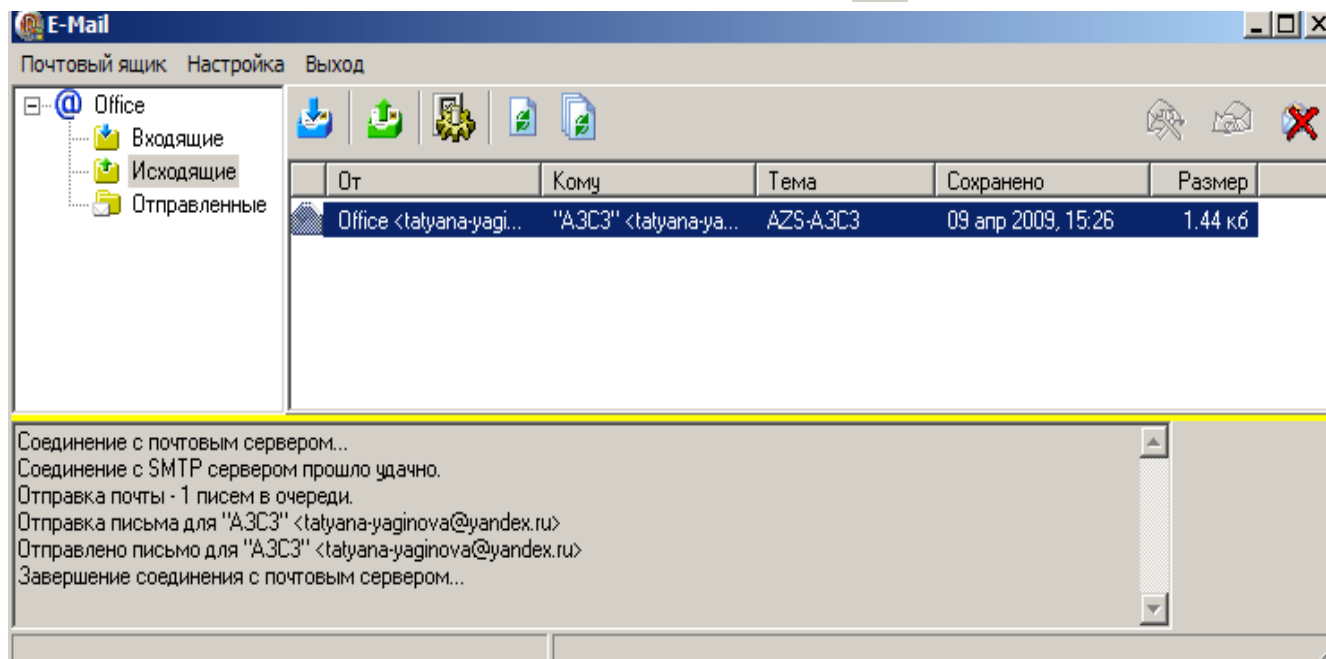

Рис. 47
- 3.Создайте письмо-запрос (меню «Связь\Электронная почта»). В окне «E-Mail» меню «Почтовый ящик\Создать письмо-запрос» (рис.47).
- 4.Для отправки письма-запроса из офиса на АЗС щелкните кнопку  «Отправить почту» (рис.47).
8. Чтобы в офисе получить ответ с АЗС, щелкните кнопку «Получить почту» (рис.47).